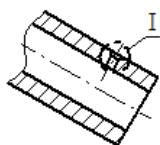

图 10.4.38 标注中心线 4
(5) 参照 (1) ~ (2) 的详细操作步骤, 标注剖视图 C-C 和局部放大图的中心线, 如图 10.4.38 和图 10.4.39 所示。